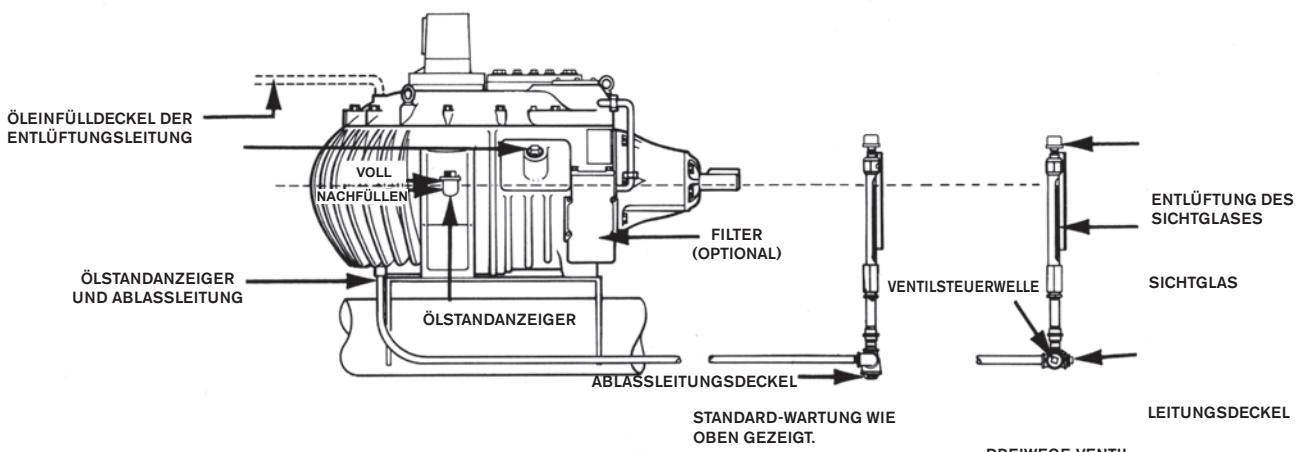

Bild 2 Ölstandsanzeiger und Ablassleitung (Geareducer-Serie 36 ist illustriert)
1. Giessen sie Öl in die Einfüll-Öffnung der Geareducer-Inspektions-Abdeckung bis die Voll-Markierung am Geareducer-Gehäuse und am Sichtglas erreicht ist. Siehe **Bild 2** und **4**. Verschliessen Sie die Einfüllöffnung mit dem Verschlussdeckel.
Überprüfen Sie die Position der Ölstandplakette jedesmal wenn Öl gewechselt wird. Die Voll-Markierung der Ölstand-Plakette muss sich auf gleicher Höhe wie die Voll-Markierung am seitlichen Geareducer-Gehäuse befinden – siehe **Bild 2** und **4**.